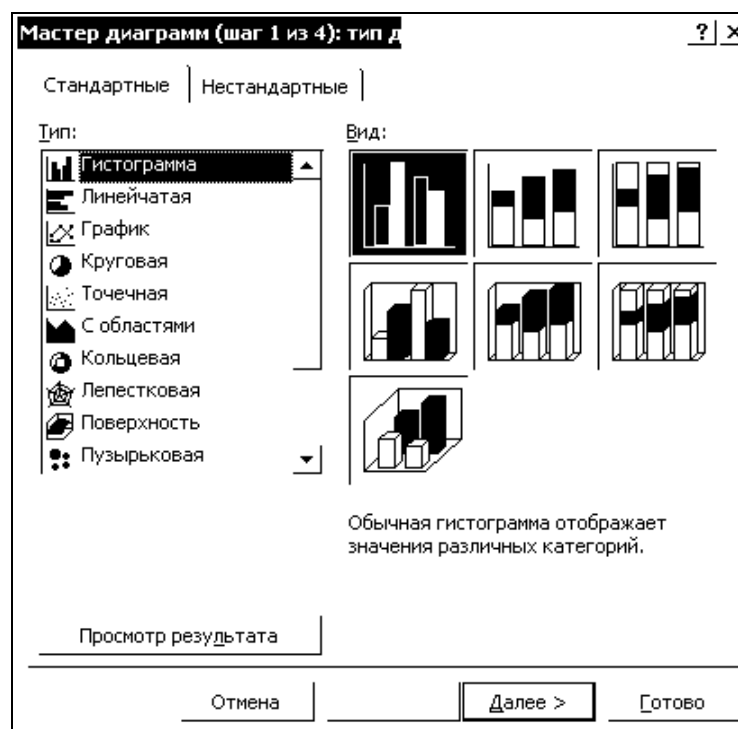

Рисунок 1.7 - Вікно “Майстер діаграмм”
**Майстер діаграм.** Перш ніж викликати майстер діаграм, на робочому листі необхідно виділити комірки, дані яких будуть представлені на діаграмі. Після натиснення кнопки “**Майстер діаграм**”, розташованої на стандартній панелі інструментів, на екрані з'явиться перше діалогове вікно майстра, в якому можна вибрати тип діаграми, рис. 1.7.